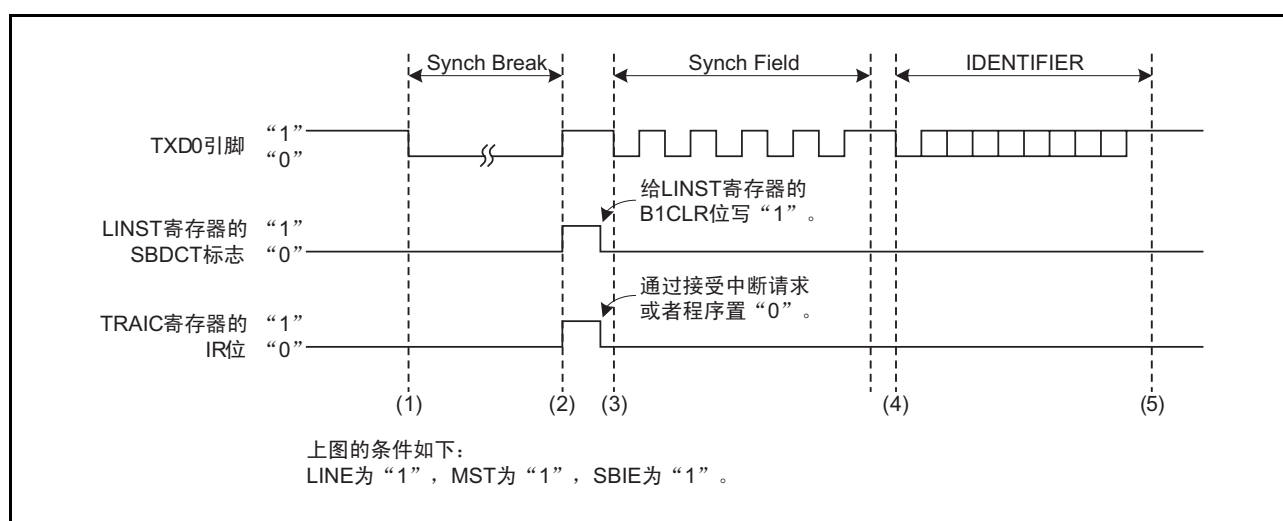
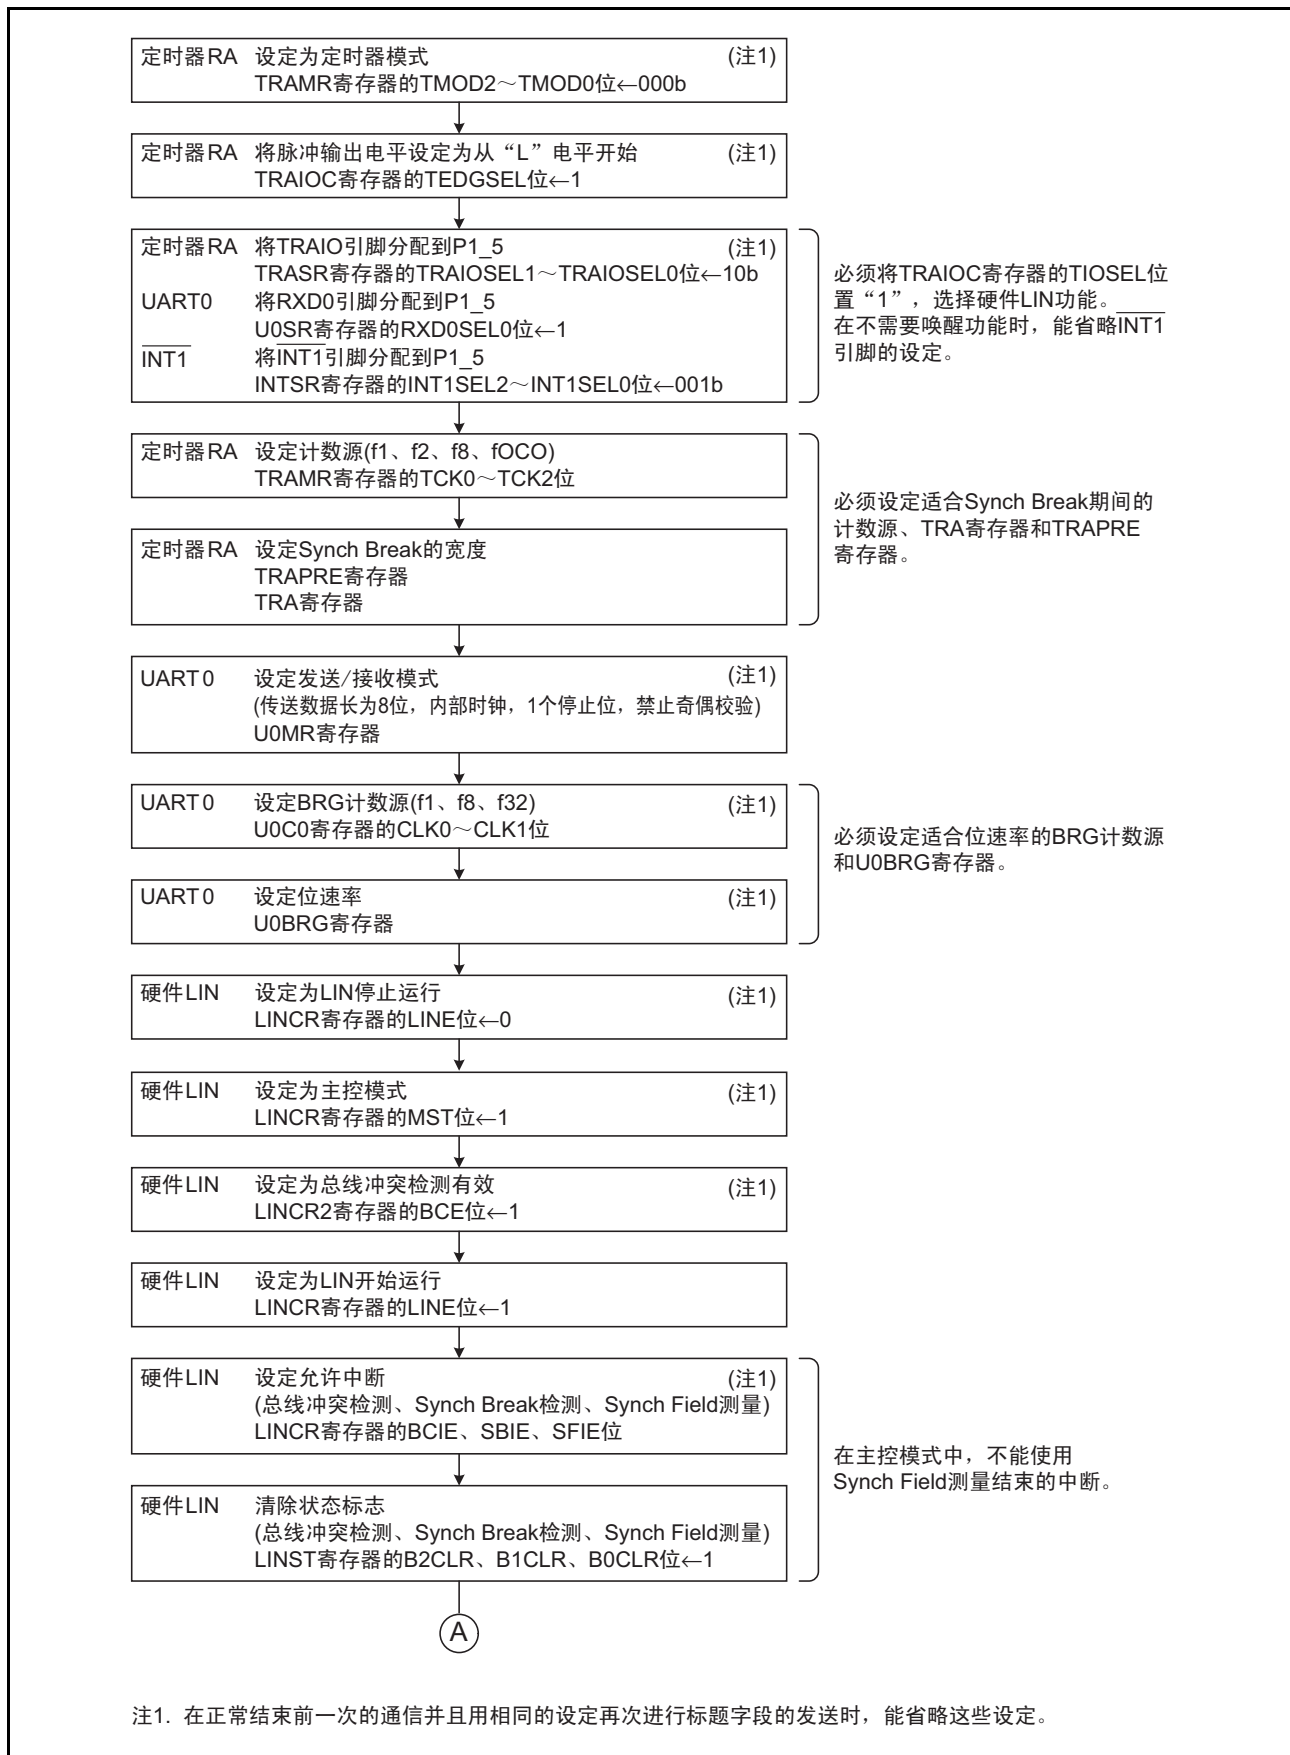
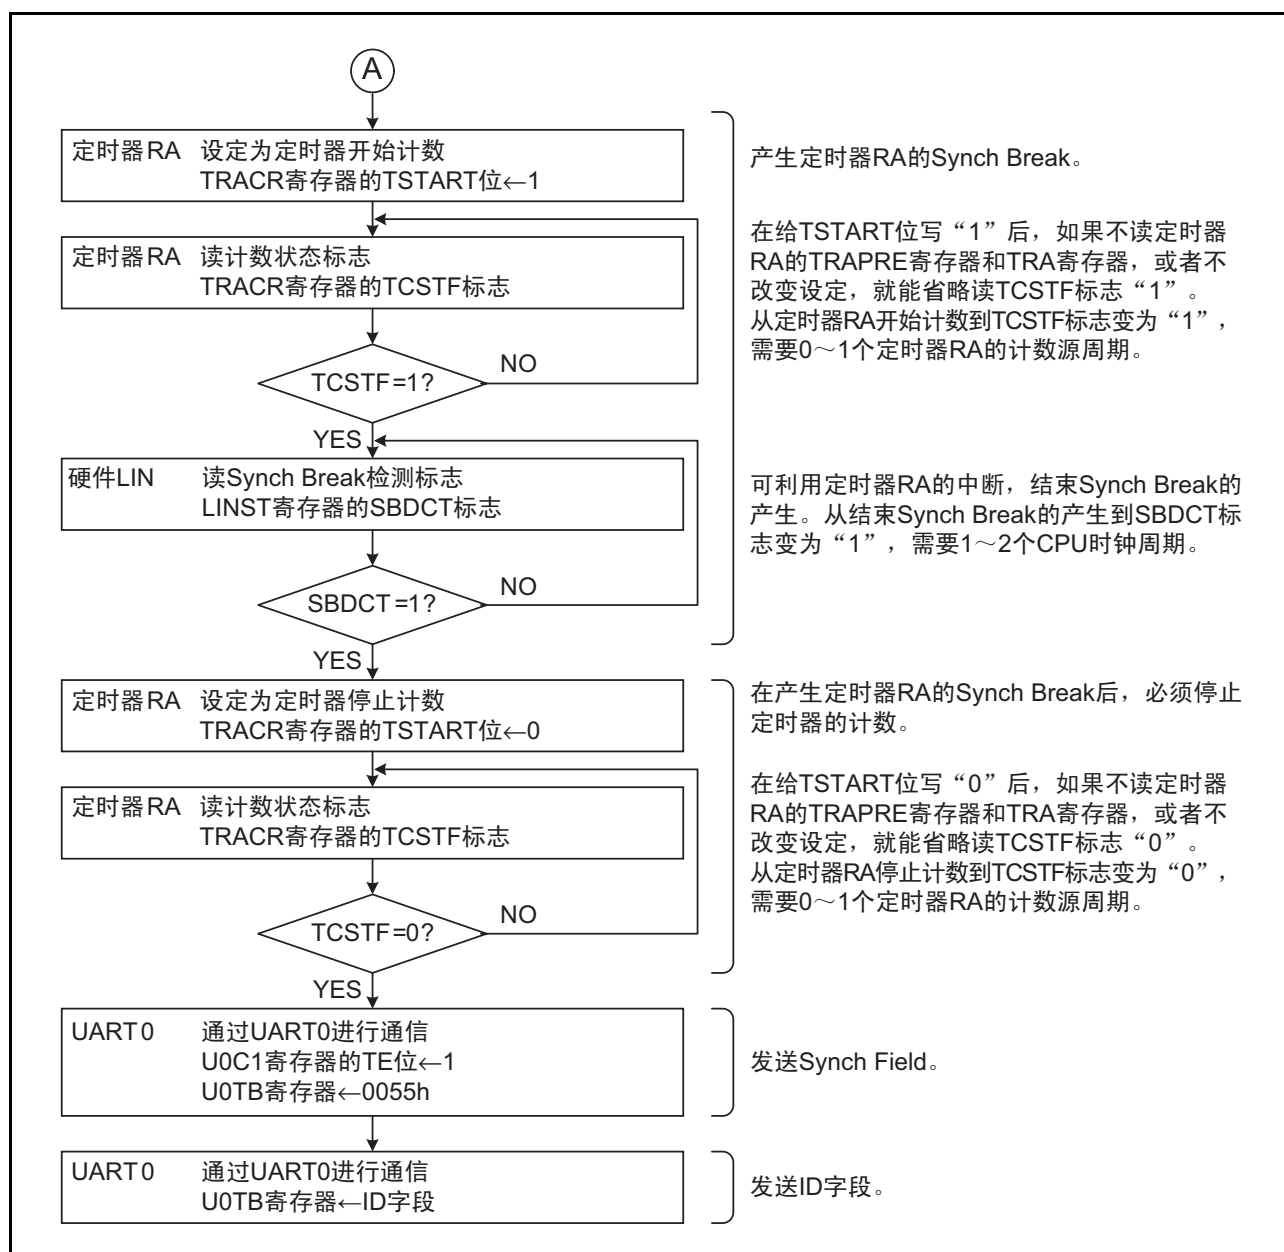
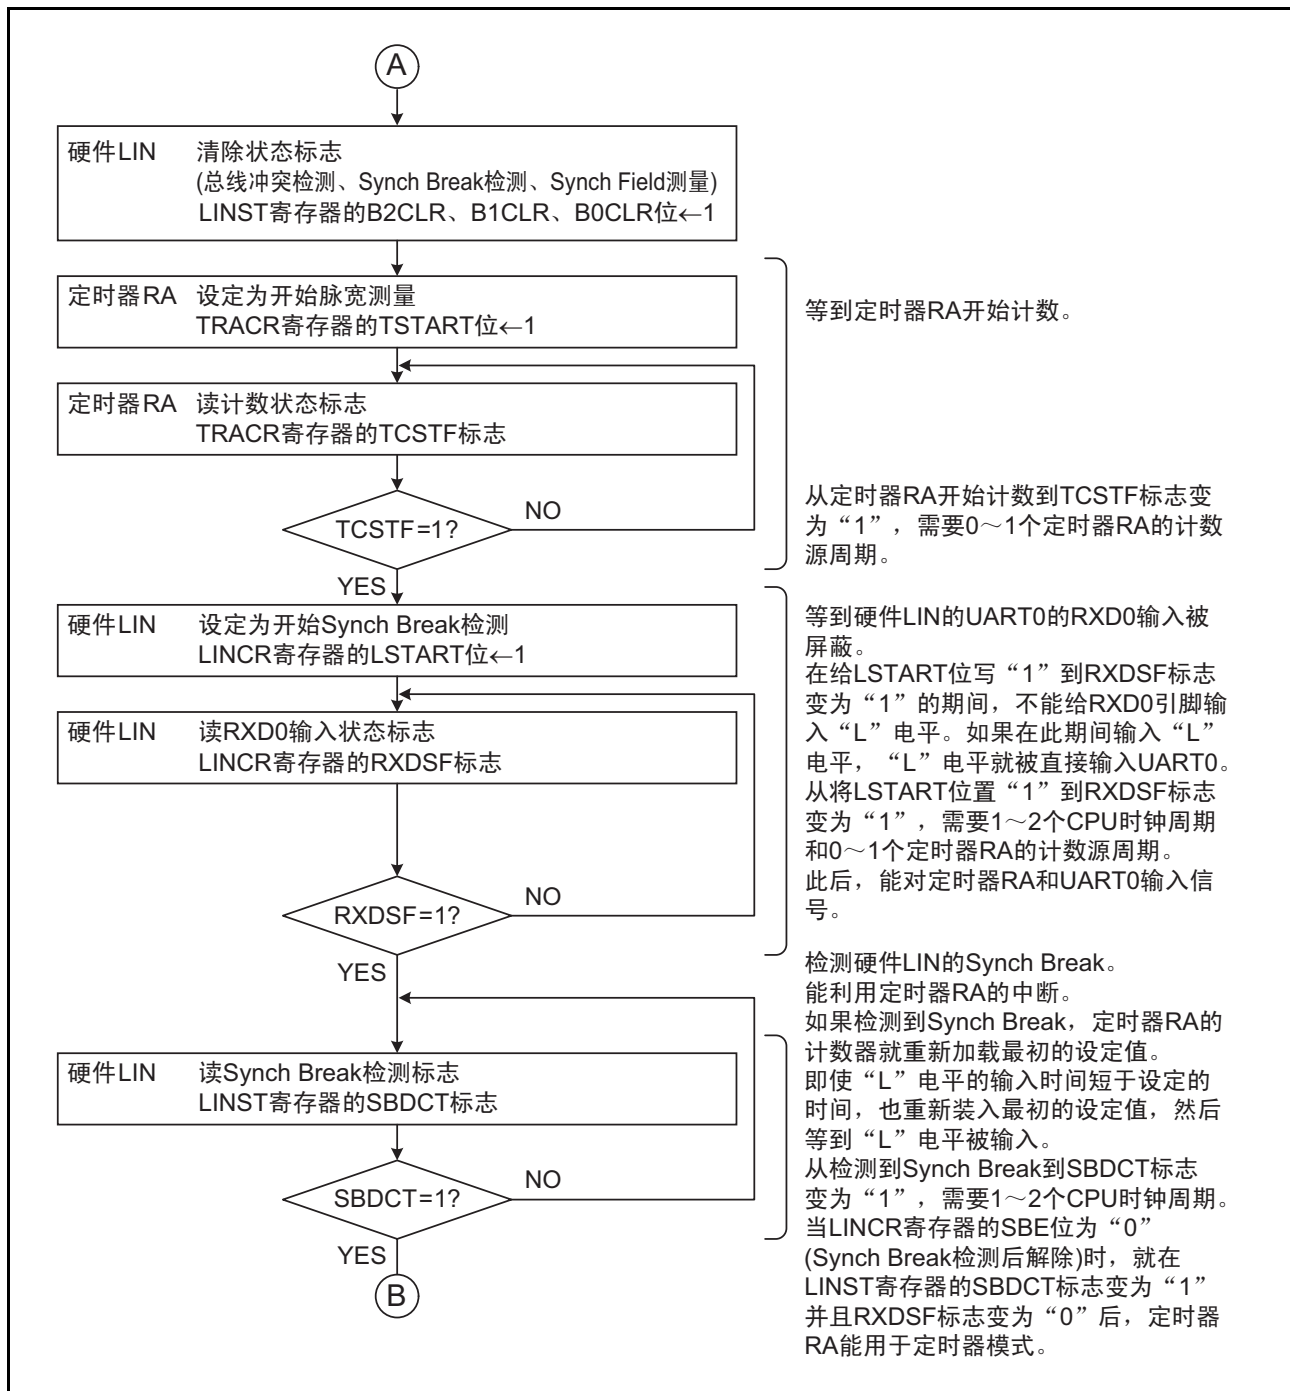

图 27.2 标题字段的发送运行例子
图 27.3 标题字段的发送流程图例子 (1)
图 27.4 标题字段的发送流程图例子 (2)
图 27.7 标题字段的接收流程图例子 (2)
注 3. 在将 LINE 位置“1” (LIN 开始运行) 后，立即禁止对定时器 RA 和 UART0 的输入 (请参照“图 27.3 标题字段的发送流程图例子 (1)”和“图 27.7 标题字段的接收流程图例子 (2)”)。
在主机模式中，标题字段的发送运行例子和发送流程图例子分别如图 27.2 和图 27.3 ~ 图 27.4 所示。